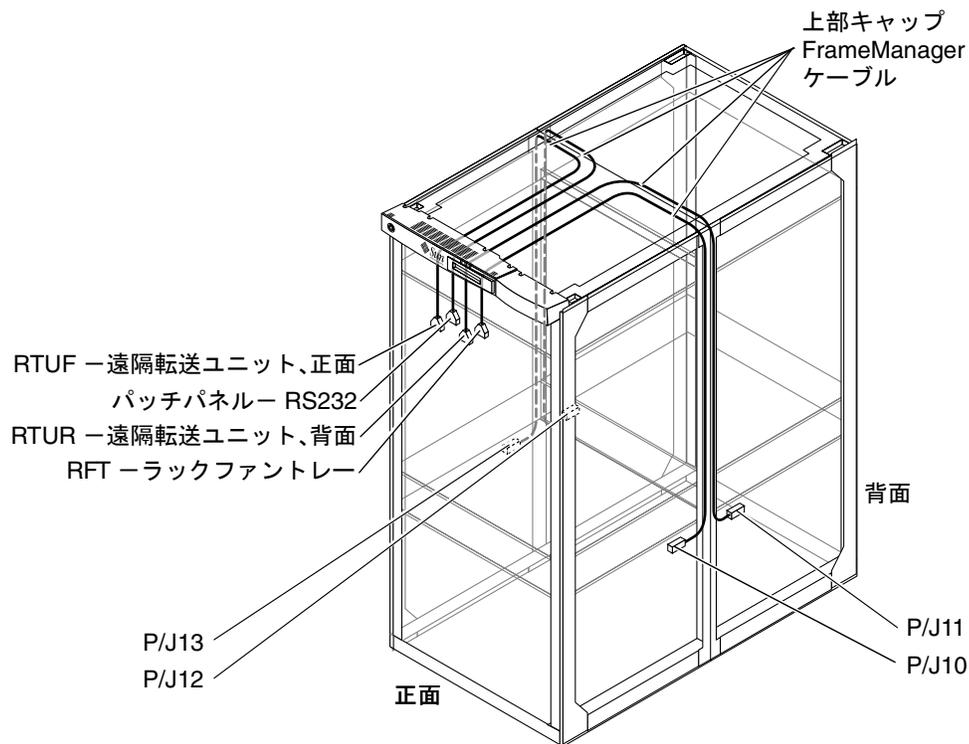

図 2-37 上部キャップ FrameManager ケーブル
9. ライトアングル型コネクタを、シャーシの側面パネルから取り外します (図 2-37)。